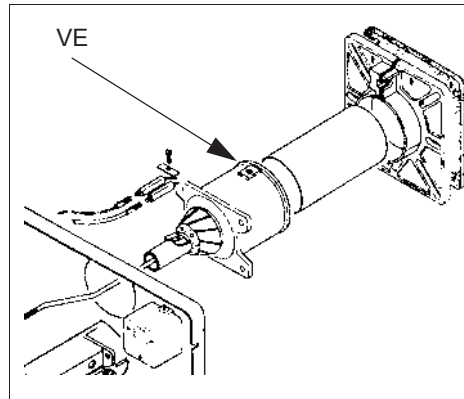

Рис. 24b
- Демонтируйте, проверьте и очистите головку сгорания (см. Рис. 24а, Рис. 24b, Рис. 24с);
Тип S3 (Рис. 24а) и S5 (Рис. 24b)